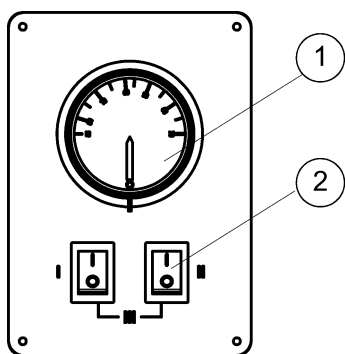

Рисунок 5. Терморегулятор
10.1 Включение прибора выполняется через внешний автоматический выключатель **QF** и включением клавиш **I, II** терморегулятора (более подробно см. рис.5 и таблицу 4).
10.5 Выбор значения температуры теплоносителя, которую будет поддерживать прибор осуществляется вращением ручки терморегулятора (см. рис. 5). При вращении по часовой стрелки значение температуры теплоносителя увеличивается, при вращении против часовой стрелки значение уменьшается.